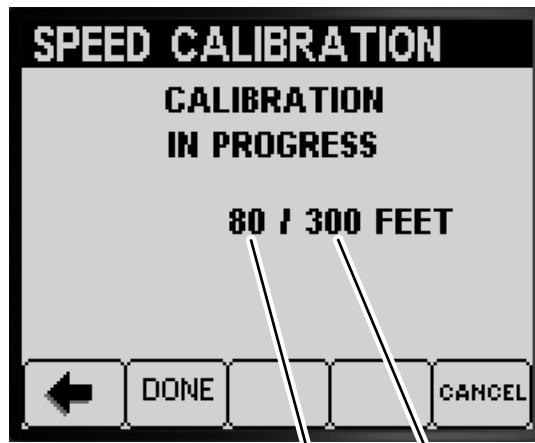

Bild 67
4. Drücken Sie die Taste 2 (DONE), wenn sich die Vorderräder der Maschine auf der Finishlinie befinden (Bild 67).